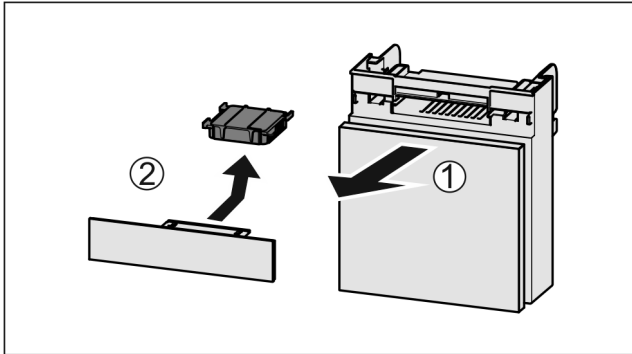

Fig. 155
- ▶ Lade vanaf de voorkant eruit trekken Fig. 155 (1).
- ▶ Actiefkoolfilter verwijderen Fig. 155 (2).